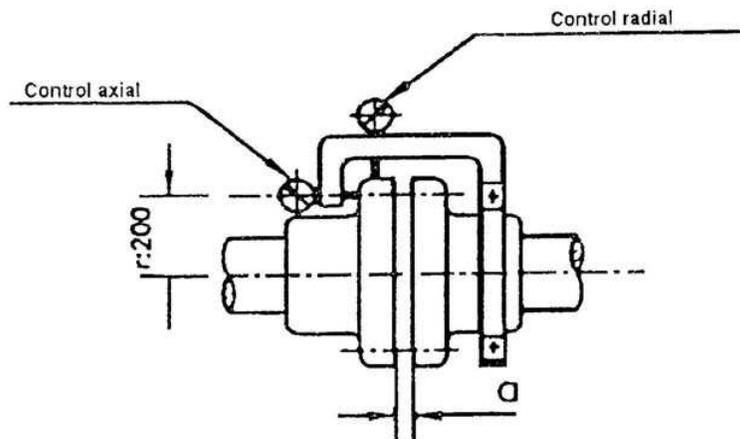

Fig. 6
- Sujetar ambos comparadores mediante un dispositivo, amarrado a una de las mitades del acoplamiento (ver fig. 6).